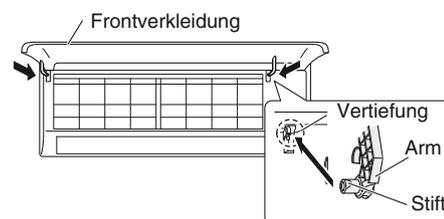

Abb. 3-17
- (1) Das Gitter bei auf den Rahmen ausgerichteter Oberkante waagrecht bewegen und oben und unten in den Rahmen einhängen.
- (2) Das Gitter fest mit der Hand andrücken um sicherzustellen, dass es eng am Rahmen anliegt.
- (3) Die sechs Schrauben anziehen. Außerdem die entfernten Abdeckungen wieder anbringen.
- (4) Die Frontverkleidung an beiden Seiten nahe den Frontverkleidungsarmen fassen und so halten, dass die annähernd waagrecht ist. Die Armachsen nach außen drücken, so dass sie die Oberseite der Aufnahmen an der rechten und linken Seite des Klimageräts berühren. Danach fest drücken, bis die Armachsen mit einem Klicken einrasten. (Abb. 3-17)